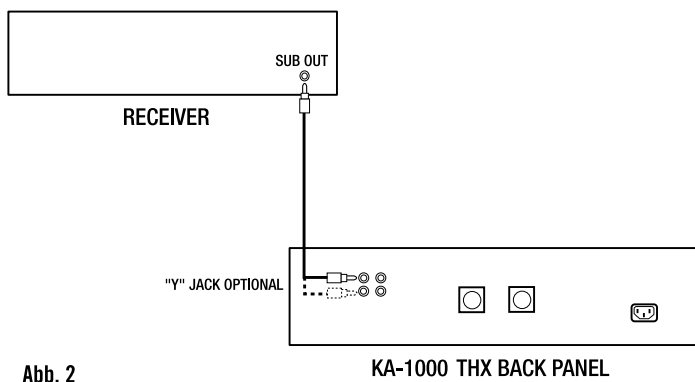

Abb. 2
**Crossover- und Pegelregler** – Verbinden Sie den Subwoofer-Ausgang am Receiver oder Prozessor mit einer Eingangsbuchse des KA-1000 THX, oder beiden (Abb. 2). Verwenden Sie ein abgeschirmtes Qualitätskabel passender Länge mit Cinch-Steckern an beiden Enden zum Anschluss des Subwoofers. Ihr Fachhändler kann Sie bei der Auswahl eines passenden Kabels beraten. Sie sollten das Lautsprecher-Setup-Menü Ihres Receivers oder Prozessors aufrufen und den Subwoofer auf „On“ (Ein) oder „Yes“ (Ja) einstellen, oder bei einem THX Ultra2-zertifizierten Modell im Subwoofer-Menü „Ultra2“ wählen. Möglicherweise verfügt Ihr Receiver oder Prozessor über weitere